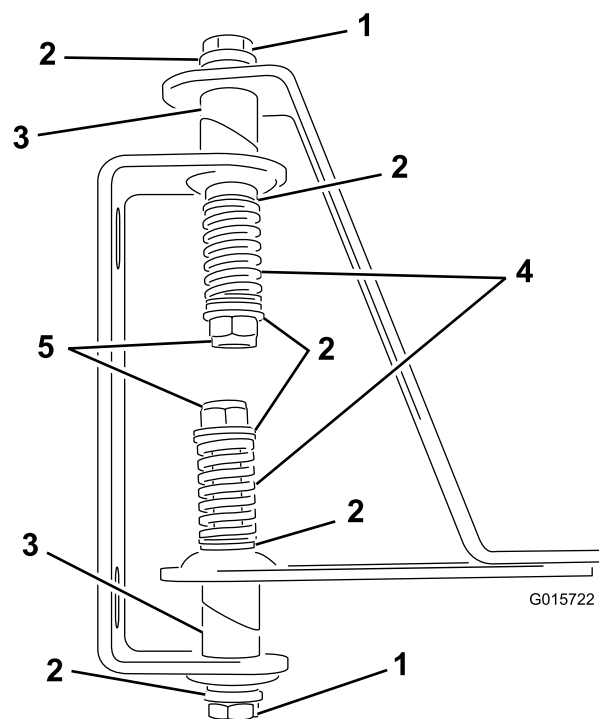

Figura 3
4. Insira os parafusos através das aberturas do tubo soldado com dobradiças e dobradiças e correias (Figura 3).
6. Instale uma mola na extremidade de cada parafuso (Figura 3).